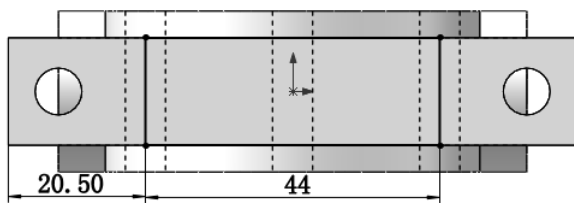

图 10-99 绘制矩形
**01** 绘制矩形。以齿轮泵底面为基准面，绘制一个矩形，尺寸如图 10-99 所示。